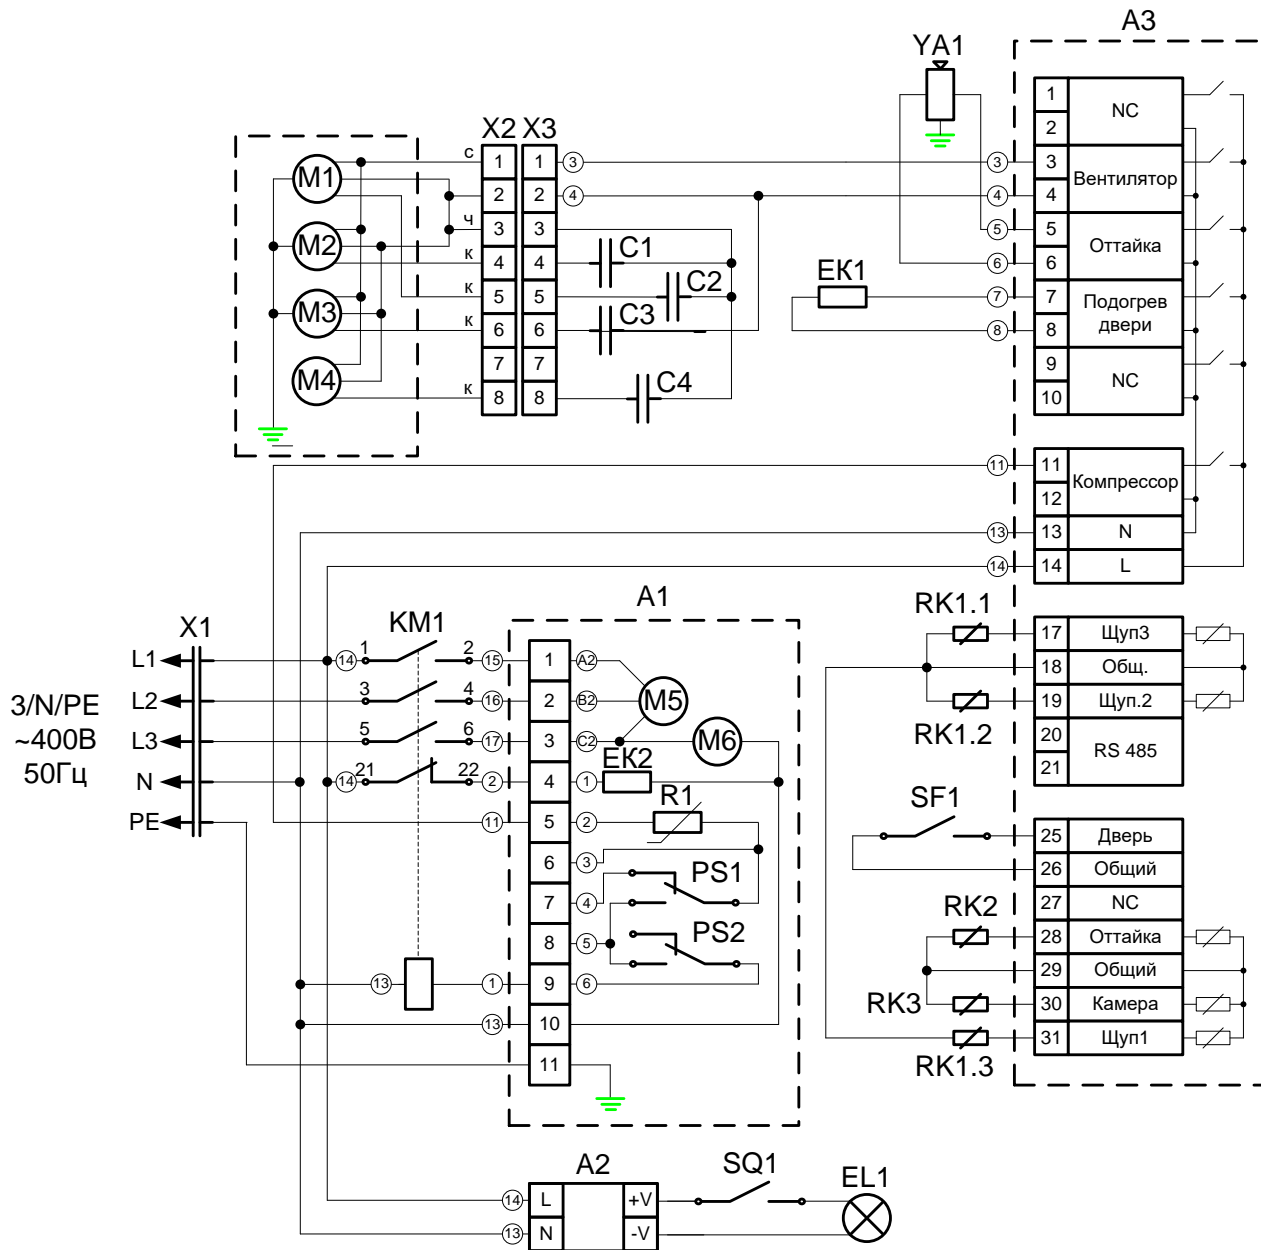

Рис.7 Принципиальная электрическая схема шкафа
- установите новый шнур питания, аналогичный штатному шнуру питания (см. Раздел 6 Руководства) в соответствии со схемой на рис.7;